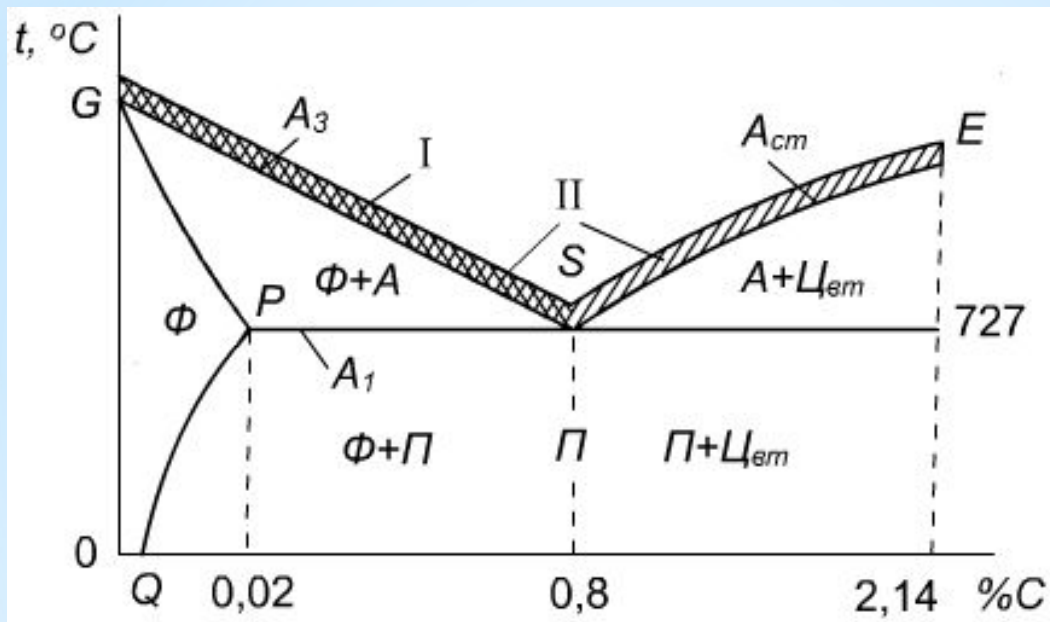

Рис. 3. Участок диаграммы Fe-Fe₃C с нанесенным интервалом температур термической обработки:
- * При нормализации сталь нагревают до температур на 30 - 50 °С выше линии GSE и охлаждают на спокойном воздухе (рис. 3).